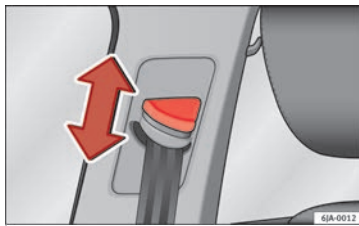

Abb. 80 Einbauort der Gurthöheneinstellung.
- Drücken Sie den Umlenkbeschlag im oberen Bereich und halten Sie den Beschlag in dieser Stellung » Abb. 80.